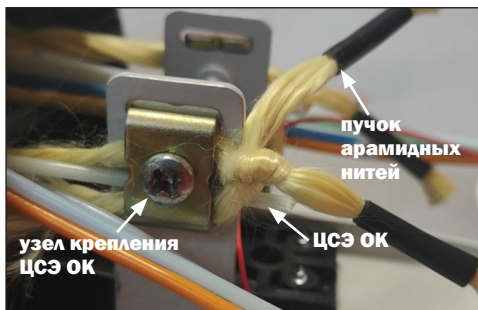

Рисунок 8
6.4 Завязать пучки арамидных нитей на несколько последовательно затянутых узлов и скрепить концы каждого пучка лентой виниловой на расстоянии 40 мм от узла крепления, обрезать излишки длин арамидных нитей (рисунок 8).